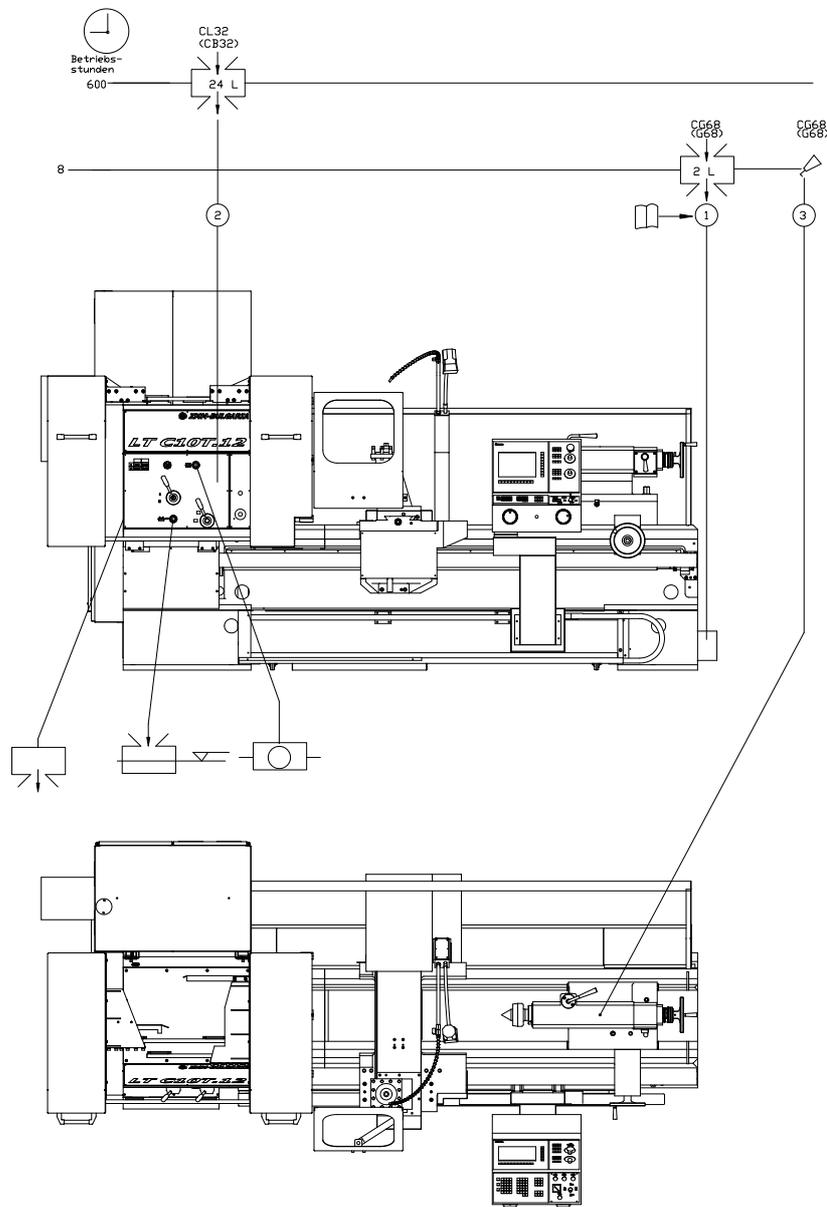

Рис.6.1
Смазка продольного и поперечного привода (Рис.6.1 поз.1)
Смазка передвижной бабки (Рис.6.1. поз.3)
При климате Тропиков используют масла с более большим вязкозитетом. План смазки дан на Рис.6.1.
На Рис.6.1 - показаны точки, где надо наливать масло и периодичность вливаний.
- проверка уровня масла и смазываний по Рис.6.1;